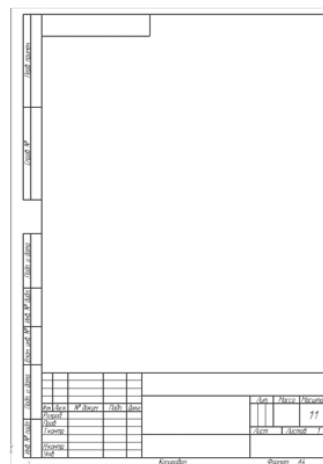

Рис. 12. Рабочий лист формата А4
**Примечание:** В рабочем окне система создаст новый чертеж с параметрами по умолчанию: формат А4 вертикальной ориентации, стиль оформления *Чертеж конструкторский. Первый лист. ГОСТ 2.104–2006*. (рис. 12).